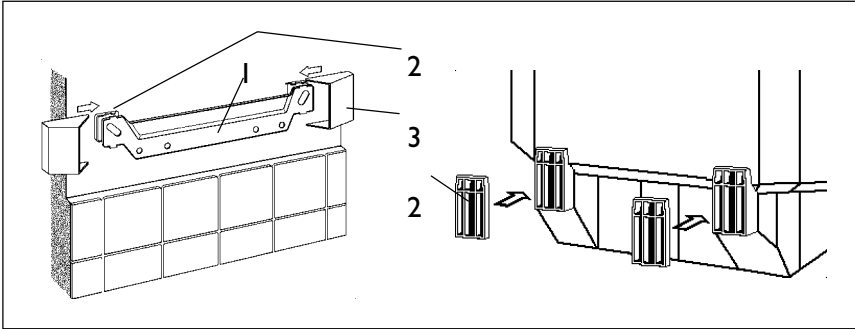

Рис. 5
- Установить монтажную планку (рис.5, поз.1). Использовать монтажный шаблон. Крепежный материал подбирается в зависимости от прочности стены. Неровности стены исправляются за счет прилагаемых специальных деталей (толщина 5 мм, рис.5, поз.2).
- Установить декоративные крышки на монтажной планке (рис.5, поз.3).